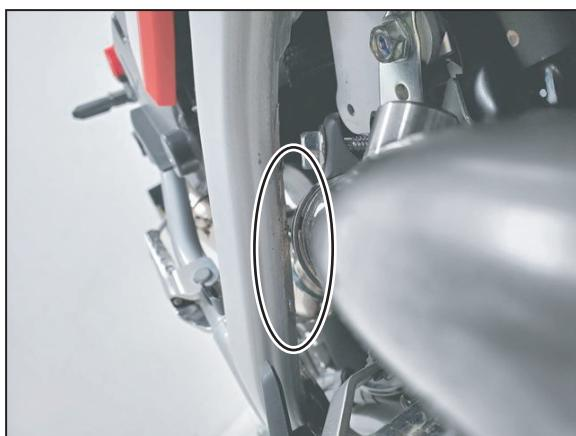

FIG. 13
11. マフラーと車両各部が干渉していない事を確認して下さい。干渉している場合はクランプバンド、テールパイプ、サイレンサーバンド、サイレンサーステーを留めるボルト・ナットを緩め、干渉しない位置に再度調整して下さい。それでも干渉する場合は、エキゾーストパイプを留めている排気ポート部のナットも緩めて再度調整して下さい。（FIG. 13, 14参照）